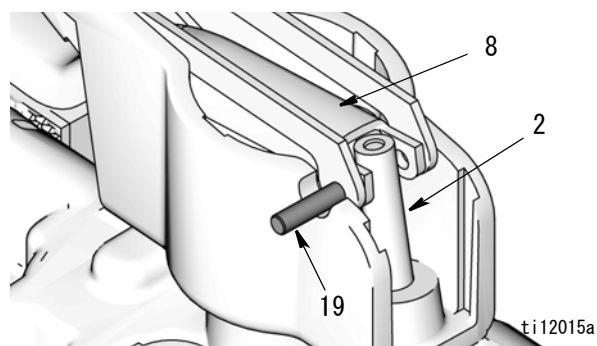

図 44
4. メーターをひっくり返して、万力に設置します。引き金アセンブリの穴を、トリップロッド (2) の穴の位置と合わせます。古いトリップ棒、非金属棒、またはダボを使用してトリップ棒を押し上げて、ピン (19) を滑りこませるための孔が見えるようにメーターハウジングから取り出します (図 44)。ただし、この手順ではピンを取り付けないでください。
5. 引き金アセンブリ (8) を取り付けます (図 44)。ピン (19) を引き金とトリップ棒アセンブリの孔に通します。